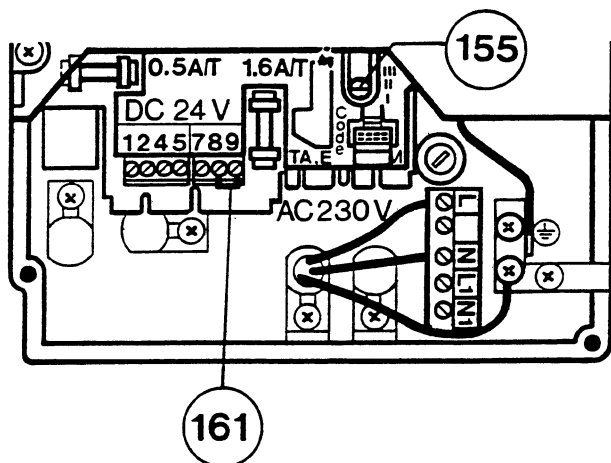

Fig. 14
- Collegare il cavo ai morsetti L, N e □ (fig. 14).
Gli apparecchi vengono forniti con la pompa predisposta per il modo di funzionamento II. Il tipo di funzionamento può venir variato mediante il commutatore 155, fig. 14. In caso di impiego della centralina ad incasso TA 210 E, è necessario posizionare il commutatore sulla posizione III; in caso contrario la caldaia non parte.